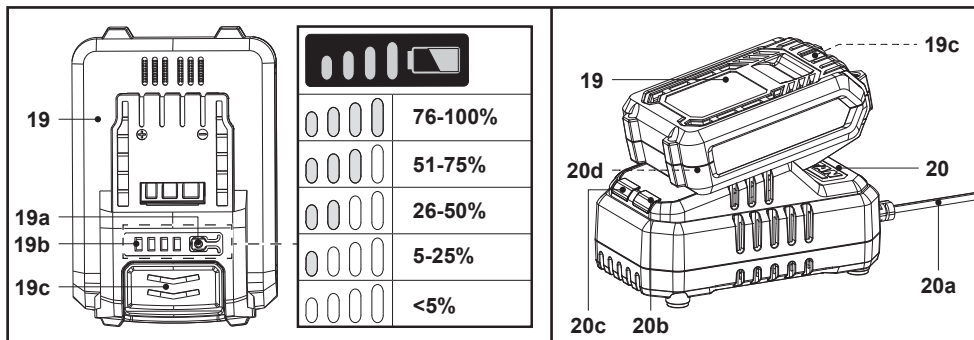

Fig. 3
1. Apasă butonul de capacitate a acumulatorului (19a) (fig. 3).
2. Ledurile indicatorului de capacitate (19b) vor rămâne aprinse circa 10 secunde (fig. 3).
4. După finalizarea încărcării: Ține încărcătorul (20) în poziție cu o mână. Apasă butonul de eliberare (19c) și glisează afară acumulatorul (19) (fig. 3).